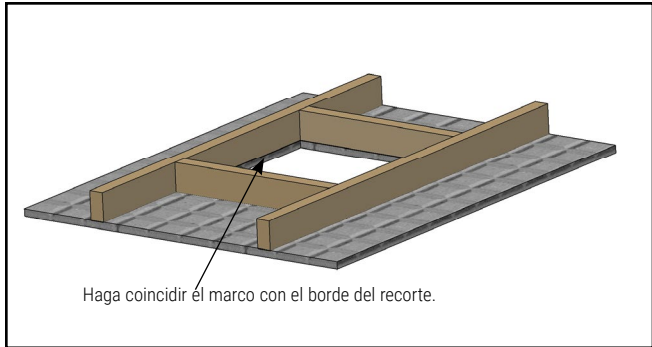
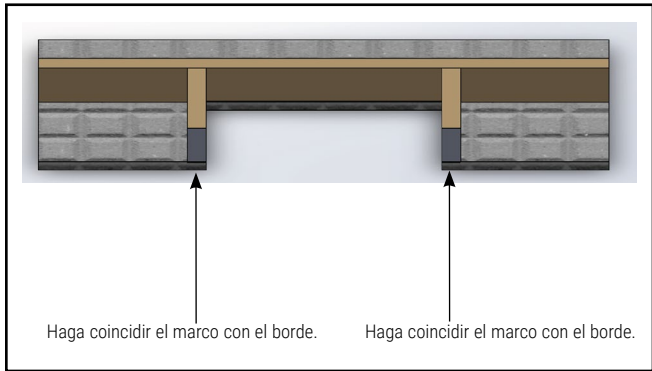

Figura 4.
Figura 5.
- 4. Enmarque la abertura en el panel de cielo raso. (Figura 4 y Figura 5)